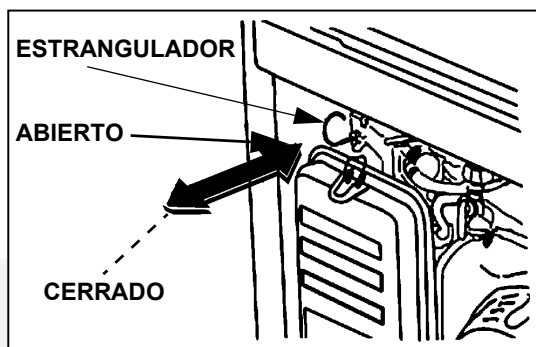

FIGURA 6. VARILLA DEL ESTRANGULADOR
2. Tirar de la varilla del estrangulador hacia afuera para cerrar el estrangulador si el motor está frío (Figura 6).